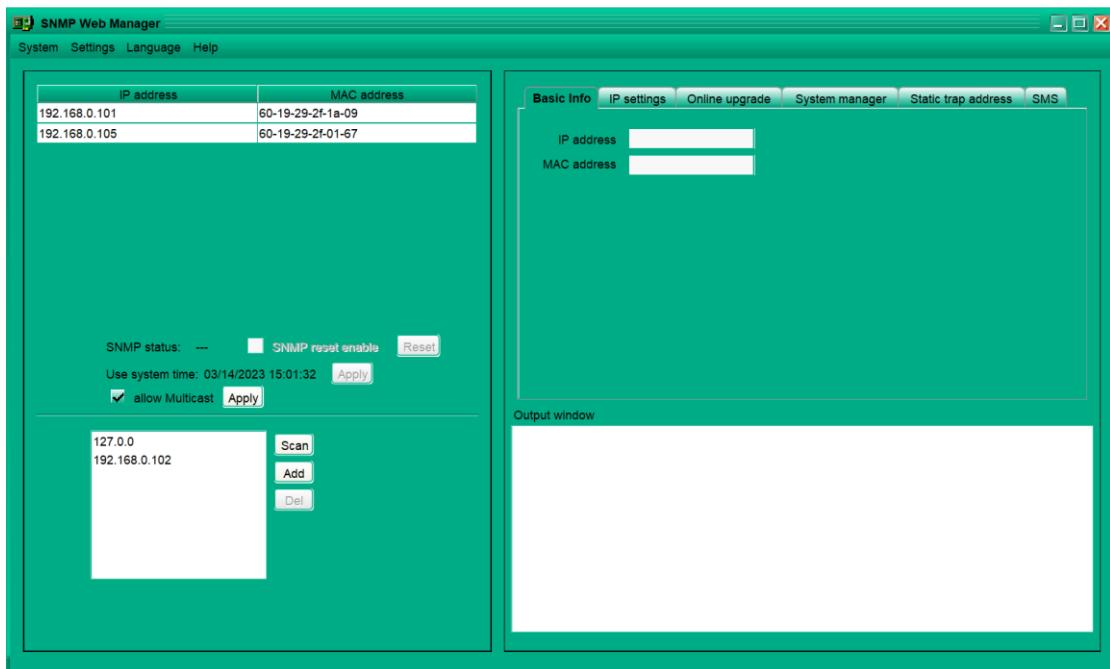

Рисунок 1-5
- a) Дважды щелкните по выбранному устройству в списке (см. рисунок 1-5), чтобы открыть веб-страницу, как показано на рисунке 1-6 а. Или просто введите адрес <https://192.168.103.148> в браузере, чтобы напрямую перейти к веб-серверу. См. рисунок 1-6 б.